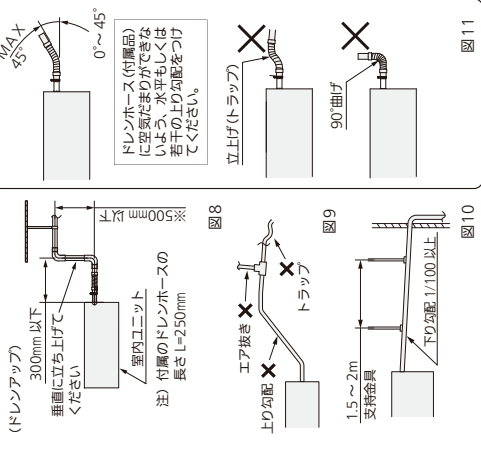

図10
- 下り勾配は(排水側を下に)1/100以上とってください。(図10)